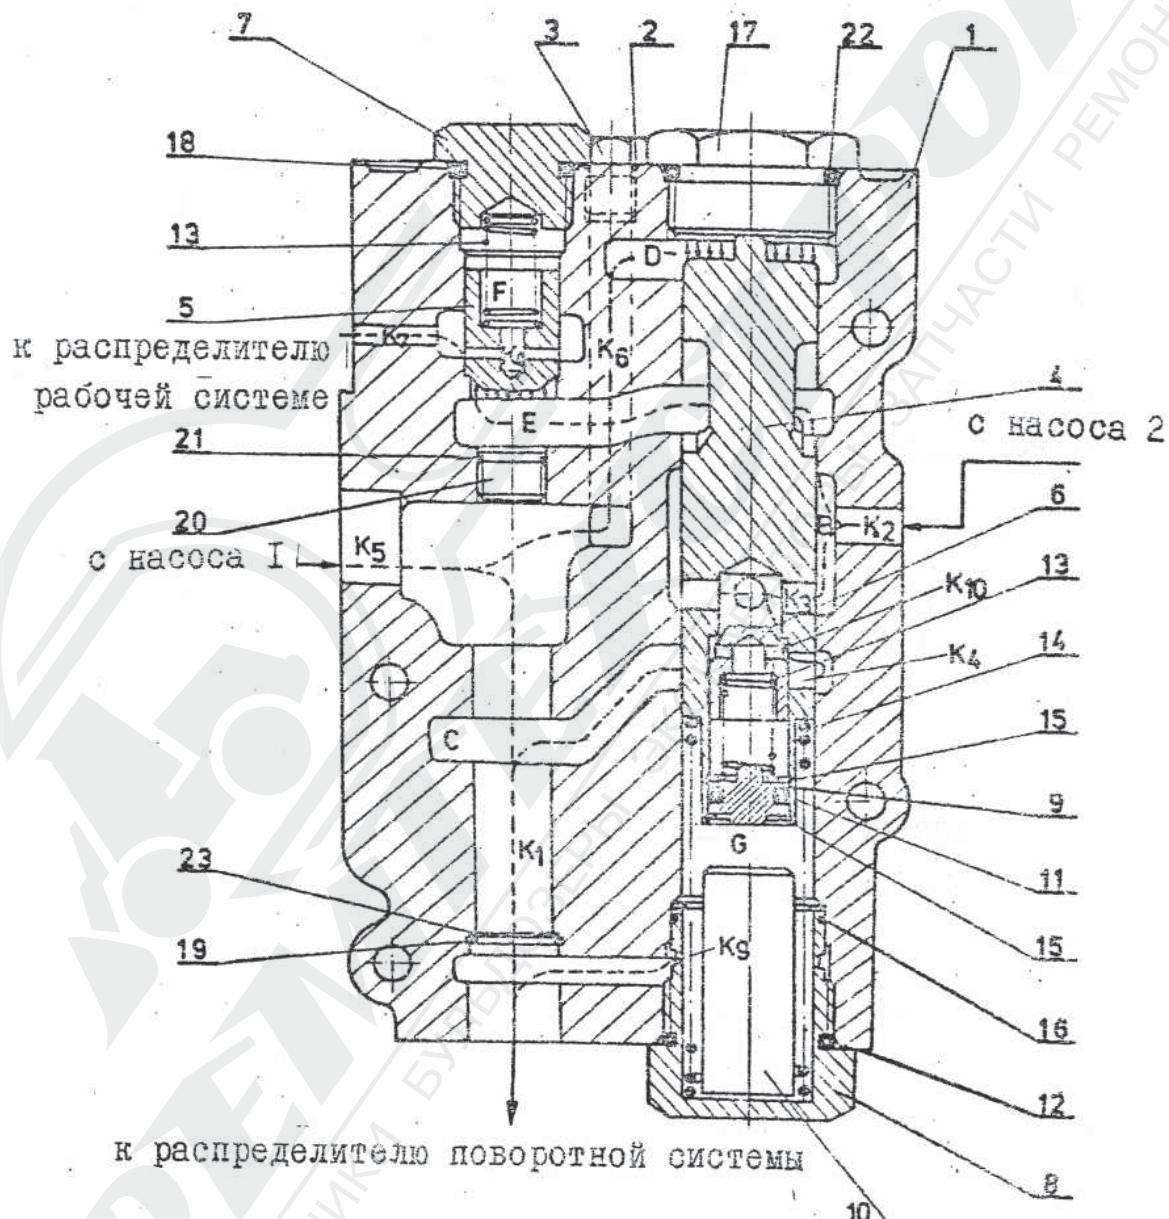

Рис. 1-12. Переключающий клапан гидравлической поворотной системы типа ZBDV13C26AL корпус P630III0III
1.6.1. Конструкция и принцип действия клапана /рис.1-12/.